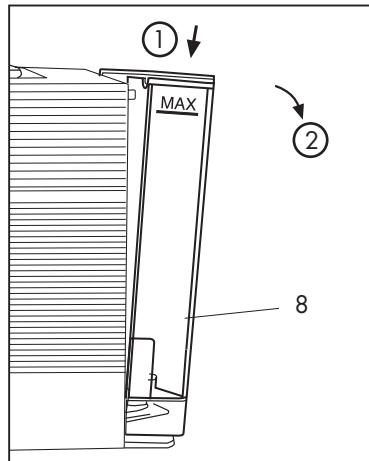

Fig. 1
- Per estrarre il serbatoio (8) premerlo verso il basso, spingendolo contemporaneamente verso l'esterno. (**Fig.1**)